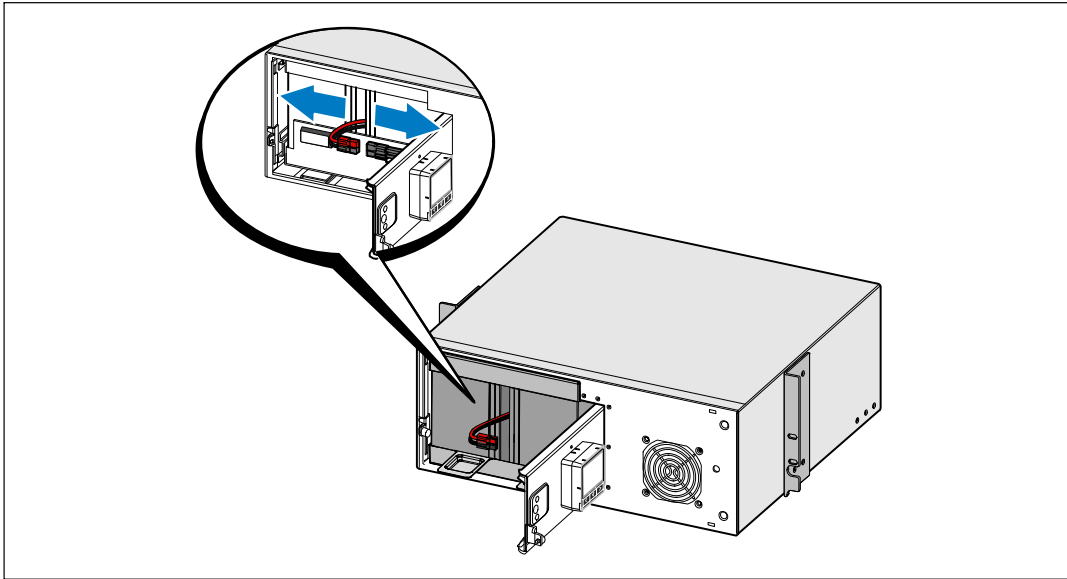

Figure 25. Débranchement du connecteur de la batterie interne
- 5 Débranchez les connecteurs de la batterie interne (voir Figure 25).